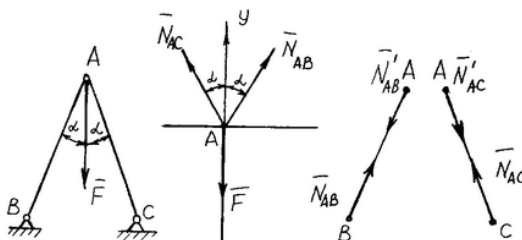

Рис.3 К примеру 3
3. Два жестких стержня  $AB$  и  $AC$  имеют общую шарнирную точку  $A$  и шарнирные опоры  $B$  и  $C$  (рис. 3). Сила  $F = 500$  Н приложена к шарнирному валику в точке  $A$ . Стержни  $AB$  и  $AC$  образуют углы  $30^\circ$  с линией действия силы  $F$ . Определить усилия в стержнях.